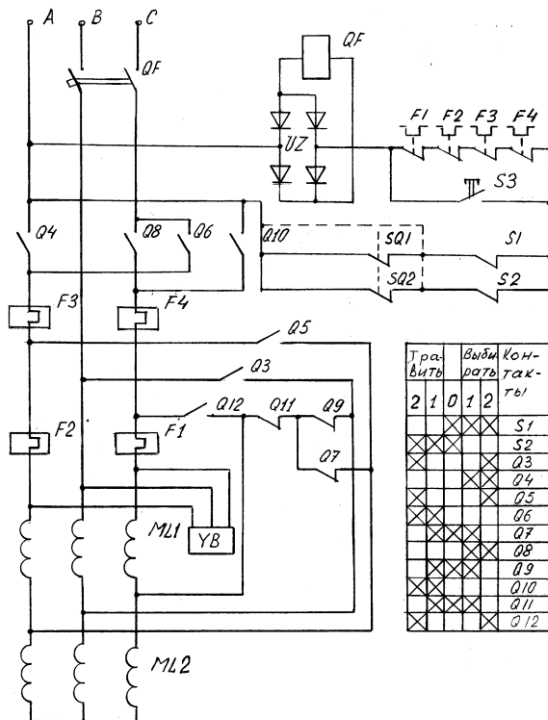

Рис. 3.241. Схема электропривода с кулачковым контроллером KB1.
На рис. 3.241 представлена схема простого кулачкового контроллера серии KB1, используемого для управления двухскоростным короткозамкнутыми асинхронными электродвигателями с двумя отдельными обмотками. Для обеспечения надёжной безбрызливой коммутации обмоток они включаются последовательно.
Схема, представленная на рис. 3.241, применяется не только для якорно-швартовных механизмов, но и для грузоподъемных электроприводов, поэтому в цепь защиты введены контакты конечных выключателей. В узле защиты использованы автоматический линейный выключатель (QF) и температурно-токовые реле ТРТ. Контроллеры рассматриваемого типа используются для управления электродвигателями мощностью до 12 кВт при 220 В и 20 кВт при напряжении 380 В. Некоторые исполнения контроллеров могут иметь встроенный амперметр для контроля за нагрузкой электродвигателя.